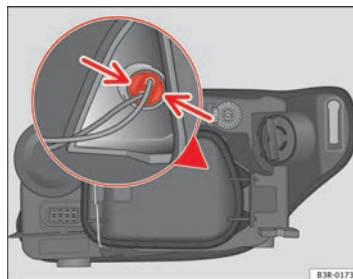

Fig. 197 Luz de posición (lado exterior vehículo)
- Presione ligeramente las pestañas del portalámparas ⇒ **página 278, fig. 197** y tire hacia la tapa (también se puede extraer tirando de los cables del portalámparas).